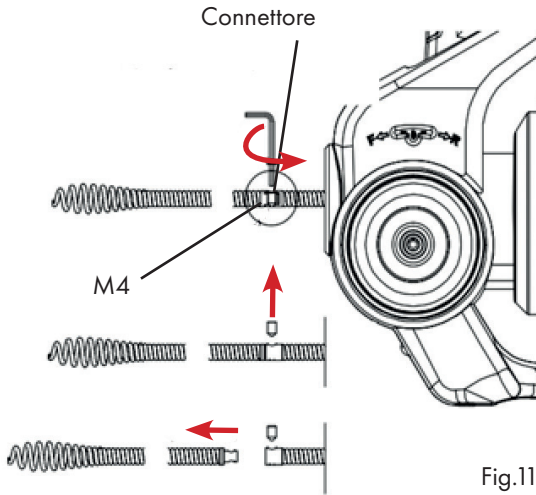

Fig.11
- Rimuovere il vecchio albero a spirale (fig. 11 pagina seguente).